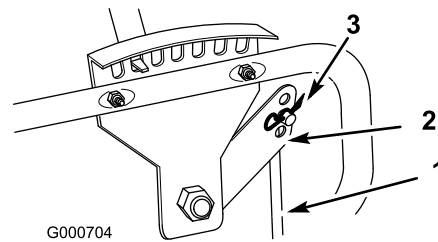

Figura 7
8. Con una coppia a forcina, fissate l'estremità superiore dell'asta di controllo dell'altezza alla maniglia di regolazione dell'altezza (Figura 7).